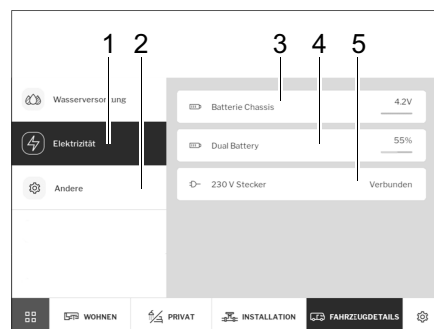

Fig. 285 Électricité et température intérieure
- Appuyer sur la touche *Électricité* (Fig. 285,1). La tension de la batterie du véhicule (Fig. 285,3), l'état de charge de la batterie auxiliaire en % et/ou la tension de charge de la batterie AGM en Volts (Fig. 285,4) ainsi que l'état de l'alimentation 230 V (Fig. 285,5) sont affichés.
- Appuyer sur la touche *Autres* (Fig. 285,2). La température intérieure s'affiche.